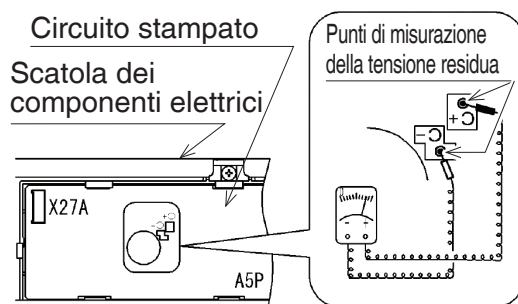

Figura 27
- Controllare la tensione residua dell'unità interna secondo le istruzioni. (Fare riferimento a **Figura 27**.)